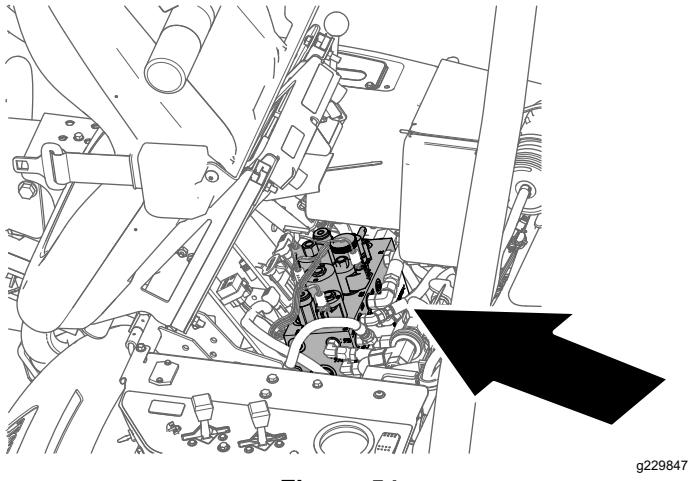

Figure 54
- Soulevez le siège et bloquez-le en position avec la béquille (Figure 54).